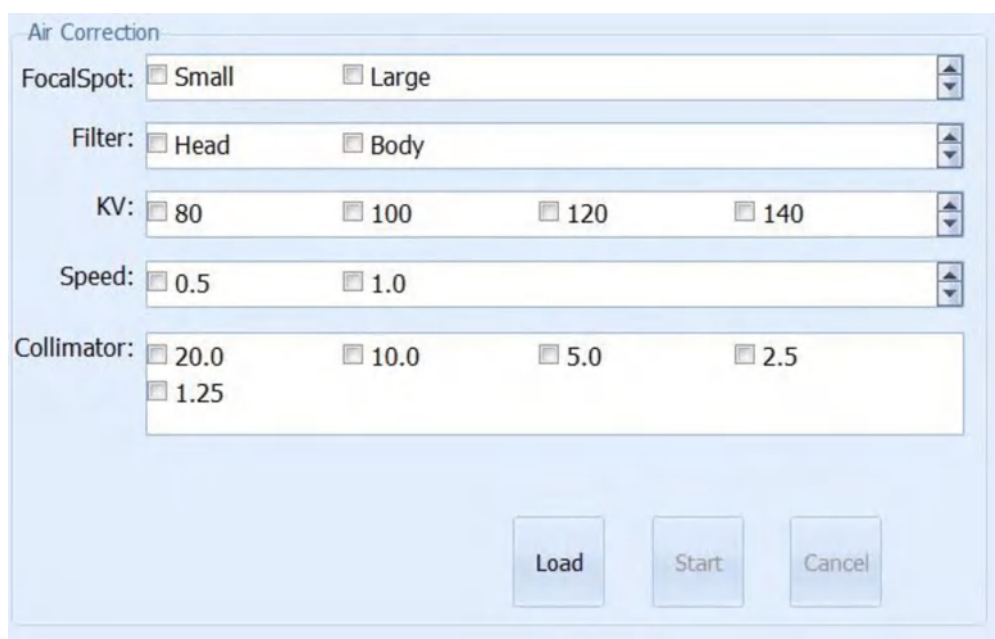

Рисунок 4-7 Процедура «air calibration»
1. Войдите в интерфейс процедуры «air calibration» (см. рис. 4-7) методом, описанном в пункте 4.3 разогрев и калибровка. Установите флажок перед каждым рисунком в соответствии с требованиями сканирования.